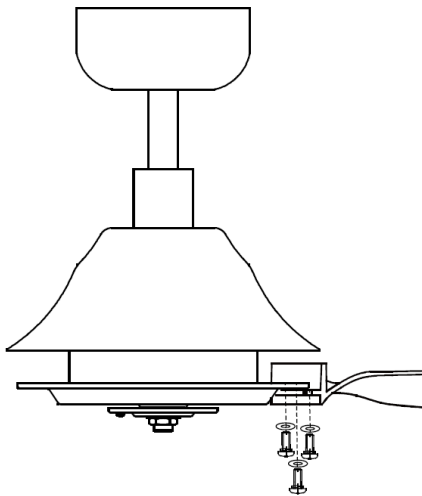

Fig. 10
1. Inserte los tornillos del aspa a través del aspa y, a continuación, fije el aspa al motor apretando los 3 tornillos. **Fig. 10**